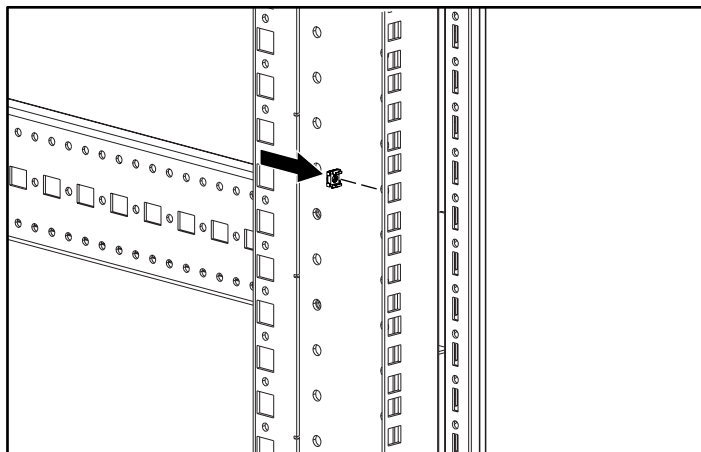

Figure 7 : Installation des écrous cage
3. Installez les écrous cage dans les emplacements marqués à l'étape 2 (reportez-vous à la Figure 7).